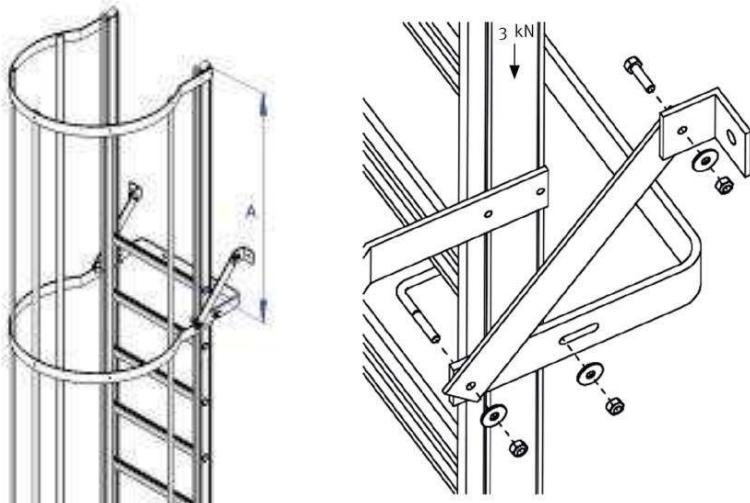
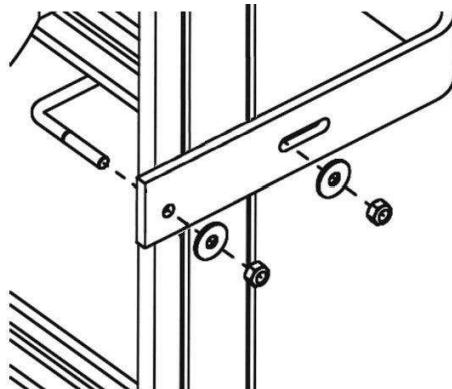

Figure 1
Figure 2
- Choisissez les bons matériaux de fixation. Pour calculer la résistance de l'ancrage, considérez une force de 3 kN dans chaque style, dans le sens de la ligne médiane (voir figure 1). L'ancrage et ses connexions doivent pouvoir supporter une charge de 3 000 N par poteau. Un maximum de 4 ancrages peut être envisagé.
- Montez le(s) support(s) mural(aux) et le(s) support(s) de suspension sur les sections de l'échelle (voir figures 1 et 2). Veillez à ce que le support mural soit monté autant que possible directement sous l'échelon. La distance maximale entre deux supports muraux est de 2 mètres.
Toute échelle "flottante" qui ne repose pas sur une fondation doit être montée avec au moins un ensemble de supports de suspension, comme le montre la figure 1. Un ensemble de support de suspension se compose d'un ensemble de support mural comme indiqué sur la figure 2, avec 2 bandes de renfort angulaires et 2 lignes angulaires pour la fixation au mur à l'arrière. Montez le kit de support de suspension au bas de la section de sortie (A).